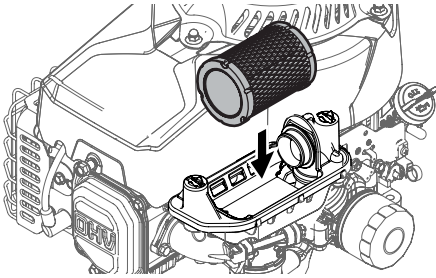

Figure 14
6. Attachez le nouveau filtre à air avec l'élément en mousse en alignant le trou du filtre à air avec le collecteur d'admission (Figure 14).